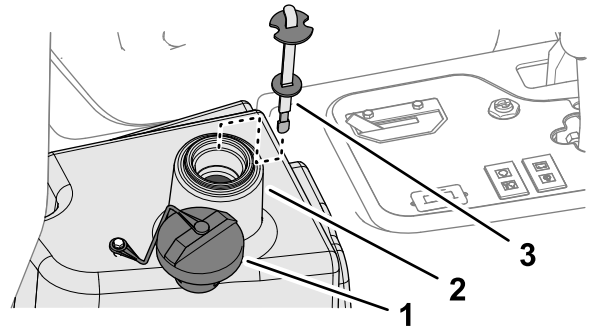

Bild 82
2. Reinigen Sie den Bereich um den Füllstutzen und den Deckel des Hydraulikbehälters (Bild 82) und nehmen Sie den Deckel ab.